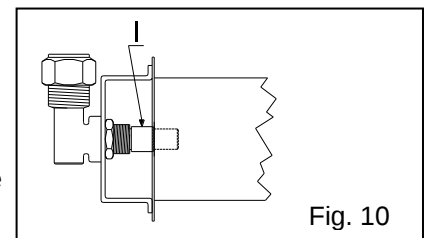

Fig. 10
5.3.2 Brûleur principal (Fig. 10)